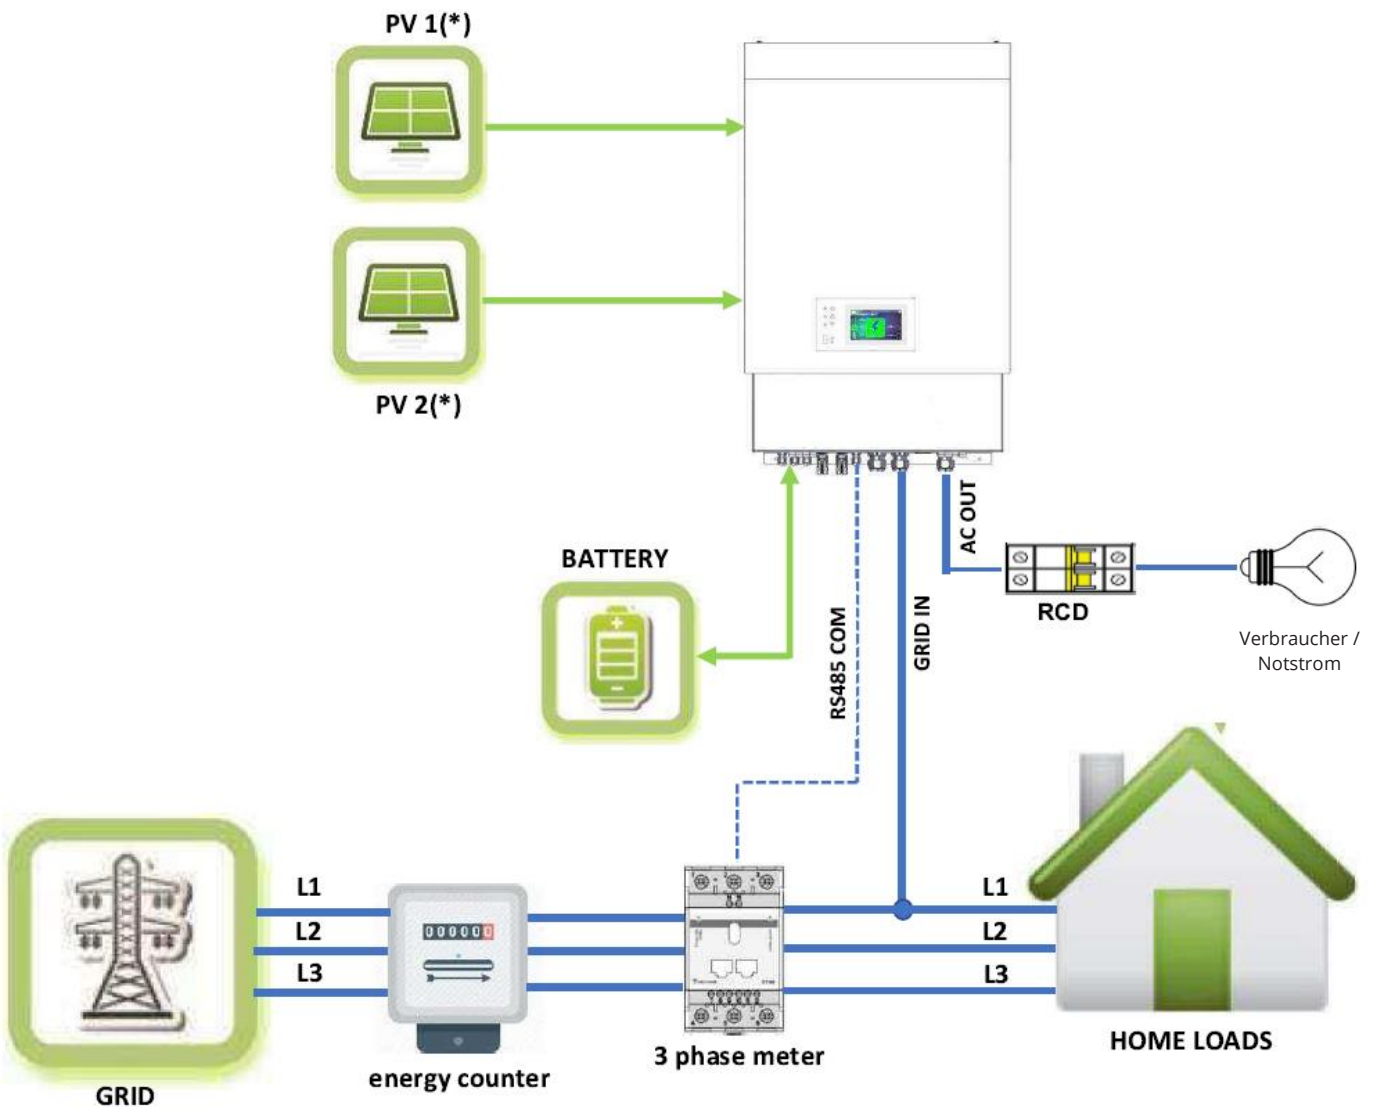

Abbildung 1
- Grundlegendes Installationsschema (Notstromfunktion aktiviert) siehe *Abbildung 1*